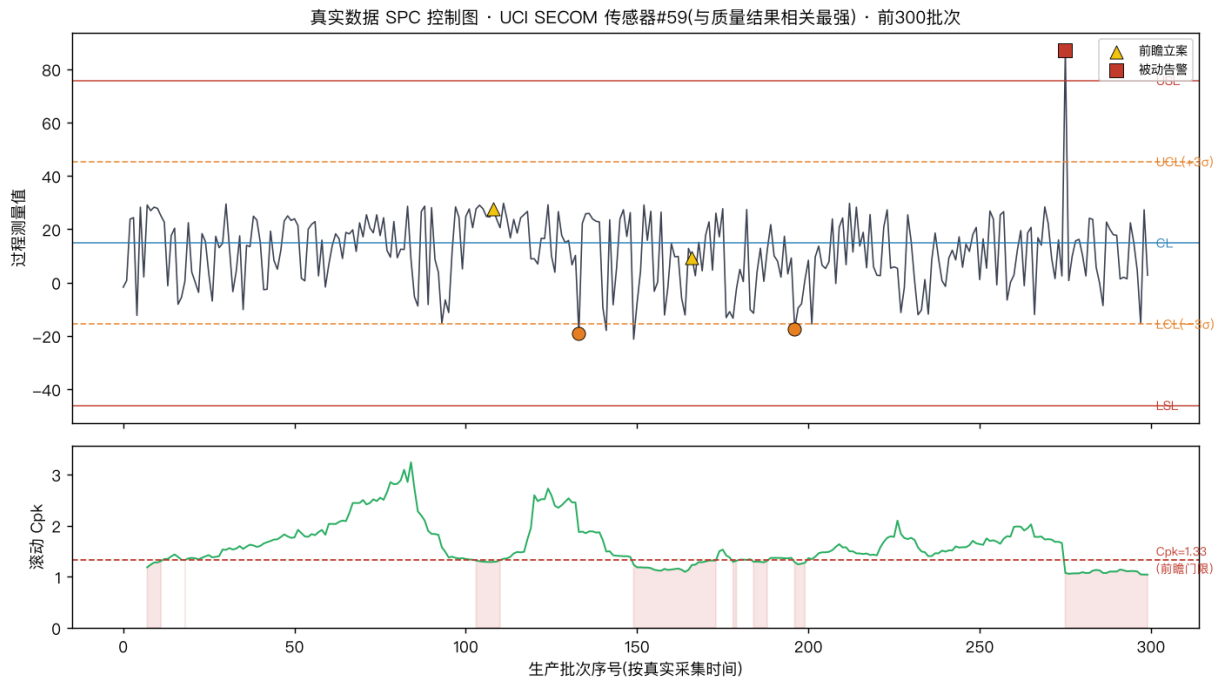

图 1: 真实 SECOM 数据上的 SPC 控制图 (I-MR 控制限、判异点标注、滚动 C_{pk})，由仓库内 `src/plot.py` 生成，可一键复现。
- 真实数据分析产物（仓库内）：`control_chart.png`（真实 SPC 控制图，见本文图 1） · `sample_run.txt`（完整运行记录）
- **样本产物**——图 1 是真实传感器序列上的 SPC 控制图：I-MR 控制限 + 前瞻立案标注 + 滚动 C_{pk} ；仓库内另有完整运行记录 `sample_run.txt`：从真实数据检出 10 个判异事件 → 三态裁决（自动执行 5 / 转人审 1 / 拦截 1）。